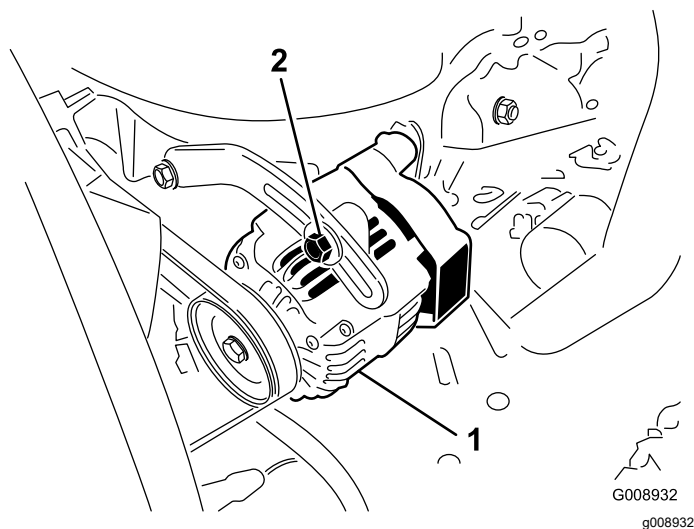

Figura 64
2. Si la desviación no es de 10 mm ($\frac{3}{8}$ "), afloje los pernos de montaje del alternador (Figura 64).